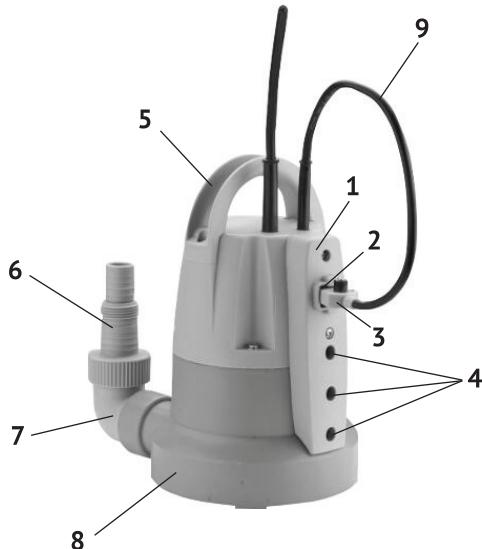

рис.1
2.4 Общий вид насоса представлен на рис.1
2.5 Двигатель и насос расположены в пластиковом корпусе (рис.1 поз.8). К корпусу насоса крепится розетка (рис.1 поз.1) с разъёмом включения ручного режима (рис.1 поз.2) и гнёздами (рис.1 поз.4) установки сенсорного датчика
уровня воды (рис.1 поз.3) в автоматическом режиме.
4.2 Прикрутите к корпусу насоса (рис.1 поз.4) угловой патрубок (рис.1 поз.7). Установите (если не установлен) в него обратный клапан (входит в комплект поставки). Установка обратного клапана предотвращает возврат откачанной жидкости на осущенную поверхность. Прикрутите к угловому патрубку выходной штуцер (рис.1 поз.6), смонтируйте и присоедините к выходному штуцеру напорную магистраль. Рекомендуется использовать максимально возможный диаметр шланга (1½ дюйма). При этом не используемые разъёмы можно срезать. При установке насоса для временного использования как правило устанавливаются гибкие шланги, при стационарной установке напорная магистраль собирается из жёстких труб.
Сенсорный датчик уровня воды (рис.1 поз.3) устанавливается в одно из гнёзд (рис.1 поз.4) розетки. Таким образом, выбирается уровень включения/отключения насоса, при подъёме/опускании уровня воды. При разрыве контакта между сенсорным датчиком и водой насос продолжает работу в течение 3-х минут. Это позволяет откачать воду до более низкого уровня и помогает защитить двигатель от частых включений.
При установке сенсорного датчика в разъём (рис.1 поз.2), насос переводится в ручной режим работы. При ручном режиме вода откачивается до уровня 1 мм от нижнего края корпуса насоса.
4.5 При необходимости (замусоренное, неровное дно) привяжите верёвку (трос) к ручке (рис.1 поз.5) насоса. Кабель питания можно закрепить на этой верёвке.